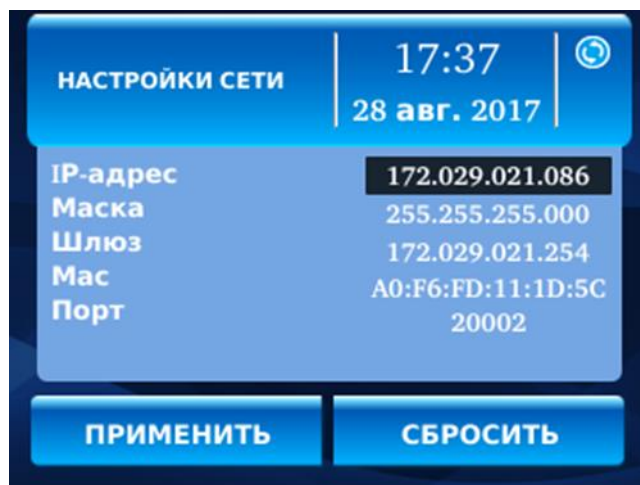

Рисунок 36 – Окно раздела «Настройки сети»
2.4.1.2.2 При выборе пункта «Сеть» откроется окно раздела «Настройки сети» (см. рисунок 36).